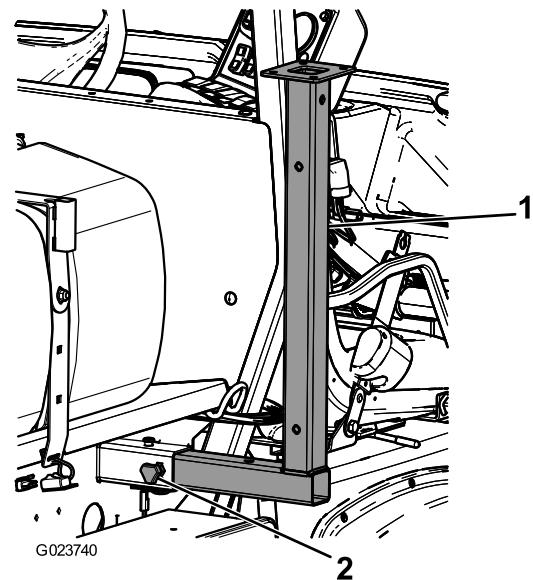

Figura 40
1. Inserite i cavalletti metallici anteriori capovolti nel telaio vicino ai punti di ancoraggio anteriori (Figura 40).